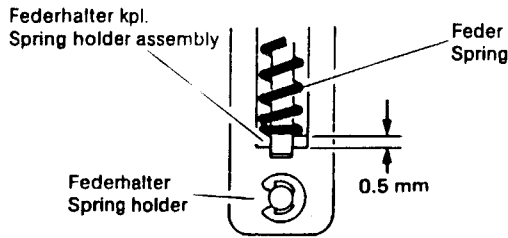
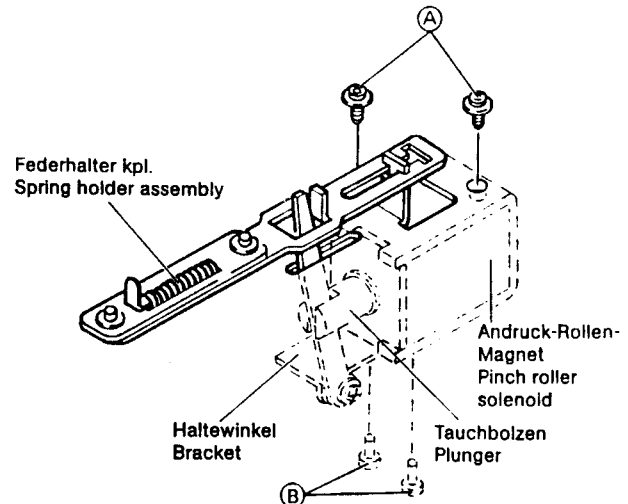

Fig. 4.16 Magnet der Capstan-Andruckrolle justieren
Fig. 4.15 Magnet der Capstan-Andruckrolle ausbauen
1. Schrauben (A) lösen und Magnet herausnehmen (Fig. 4.15).
2. Schrauben (B) lösen, Haltewinkel entfernen und Magnet tauschen.
3. Andruck der Andruckrolle einstellen, dazu nach dem Wiedereinbau des Magnets Schrauben (A) noch nicht festziehen.
4. Ohne Cassette auf Wiedergabe schalten. Wie in Fig. 4.16 gezeigt, 0,5 mm Abstand zwischen Hebelunter- und -oberteil durch Verschieben des Magnets einstellen. In dieser Position Schrauben (A) festziehen.
1. Take out screws (A) and remove the solenoid (Fig. 4.15).
2. Take out screws (B), remove the holding bracket and replace the solenoid.
3. After refitting, the pressure of the pinch roller must be adjusted. Do not therefore tighten screws (A) at this stage.
4. Without a cassette, switch to playback. As shown in Fig. 4.16 slide the solenoid until the gap between the lever lower and upper parts is 0.5 mm. In this position tighten screws (A).